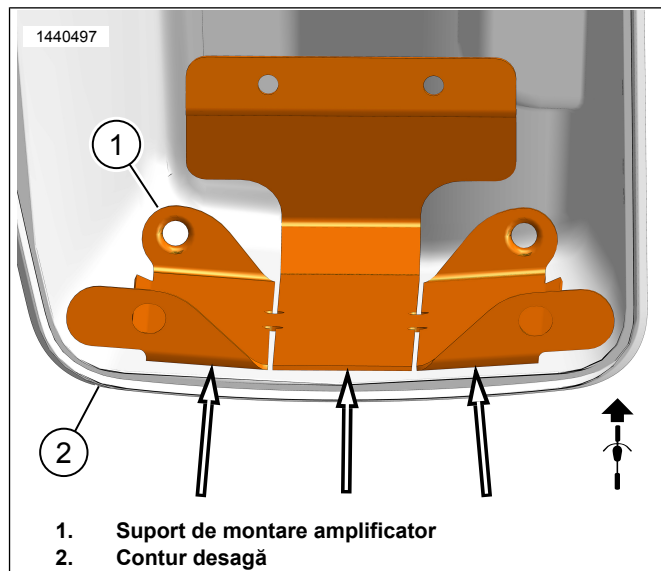

Figura 12. Contur desagă
- b. A se vedea figura 12. Utilizați fantele din suportul de montare (1) pentru a îndoi și a urmări conturul de la desagă (2) fără balans. Acest lucru va asigura un contact mai bun și aderență cu banda. Nu decojiți banda în acest moment.